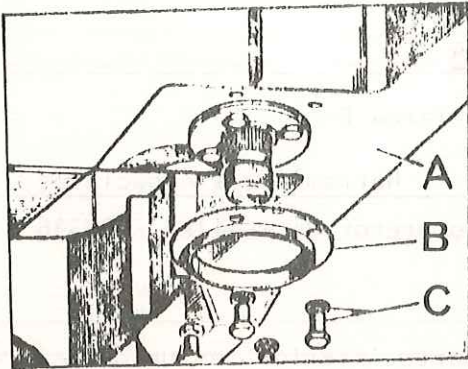

Fig. G-48 Placa-bridá para el montaje de la caja compensadora
1.4. Retirar la placa-bridá, B (Fig. G-48) por la parte inferior del bastidor, A.
- 2.3. Por la parte inferior se colocará la placa-bridá, B (Fig. G-48) fijándola con los tornillos y arandelas, C.